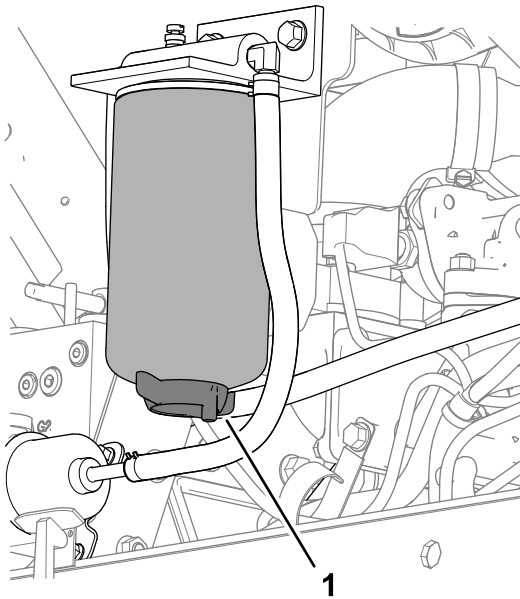

Figure 80
3. Placez un bac de vidange sous le filtre séparateur eau-carburant (Figure 80).